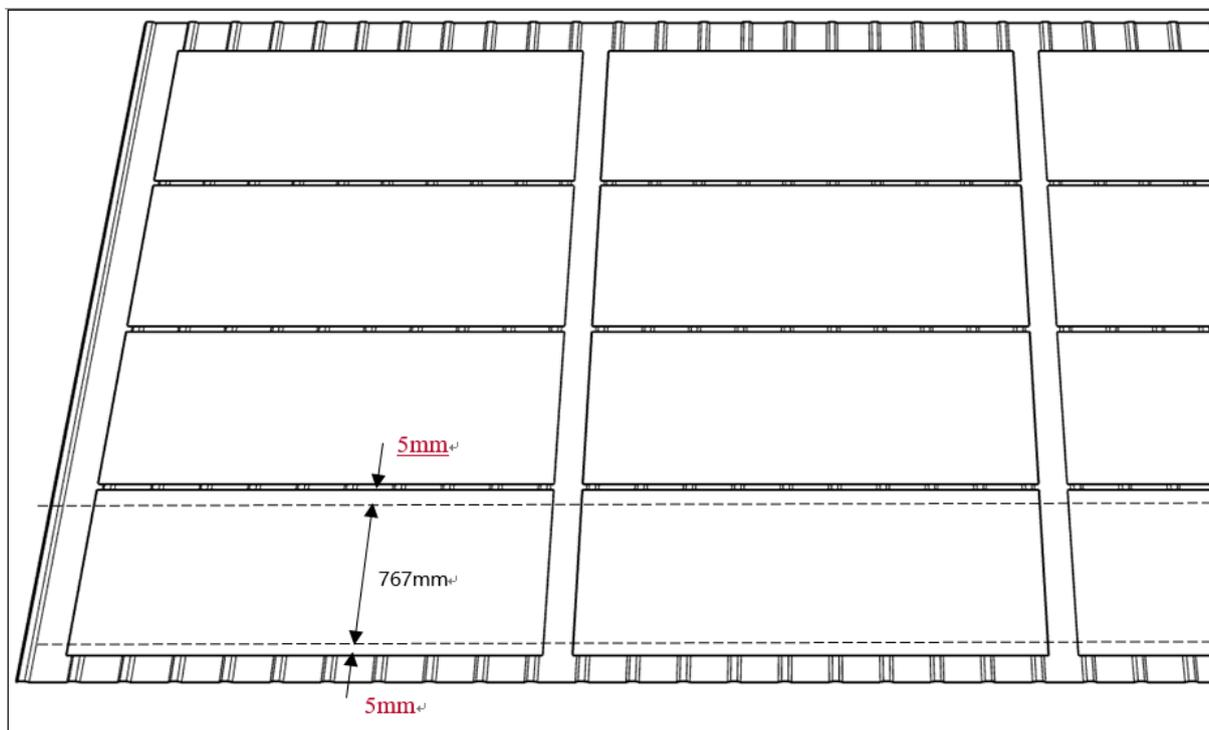

Figura 5
- ④ O comprimento de cada seção do adesivo estrutural deve ser de 767 mm, com um recuo de 5 mm em cada extremidade em comparação com a borda longa do produto Galaxy Plus (conforme mostrado na Figura 5).